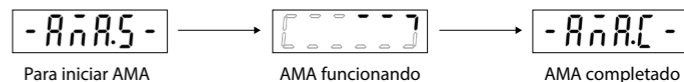

Ilustración 7: Indicaciones de estado de AMA
3. Ajuste [1] Enable Complete AMA (Activar AMA completo) o [2] Enable Reduced AMA (Activar AMA reducido) para el parámetro P4.2.1.3 AMA Mode (Modo AMA); la pantalla principal muestra To Start AMA (Para iniciar AMA); consulte la ilustración 7.